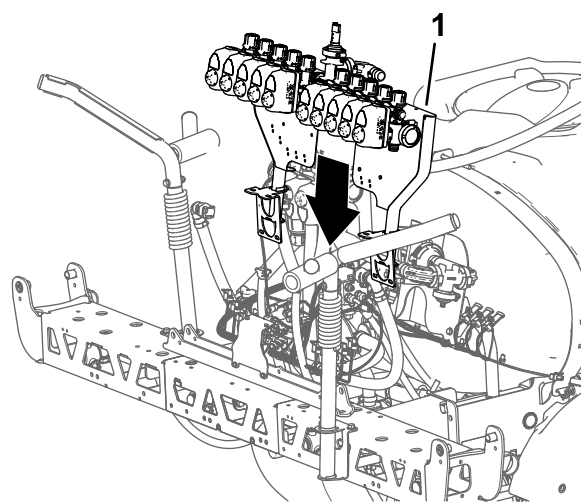

Figura 108
- Utilizzando l'attrezzatura di sollevamento della capacità specificata, sollevate il gruppo supporti delle valvole e valvole dell'irroratrice e allineatelo sulla sezione di irrorazione centrale (Figura 108).